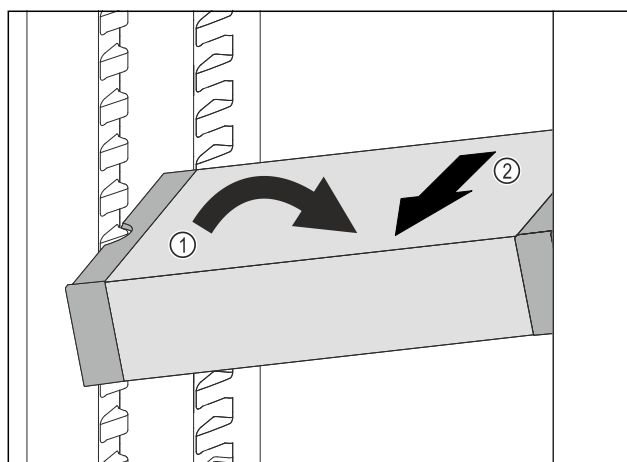

Fig. 55
- ▶ VarioSafe postavte v chladničce šikmo. Fig. 55 (1)
- ▶ VarioSafe odeberte směrem dopředu. Fig. 55 (2)